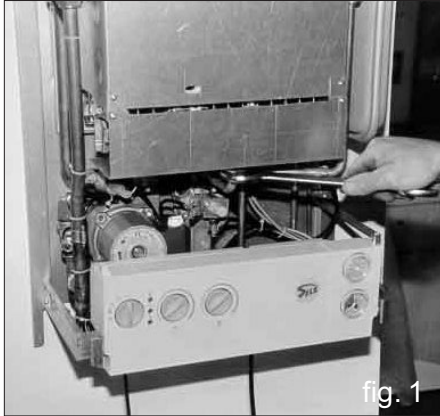

fig. 1
- Con chiave fissa da 30 svitare il girello in ottone della tubazione ingresso gas nel bruciatore, avendo cura di recuperare la relativa guarnizione se ancora in buone condizioni (fig. 1).